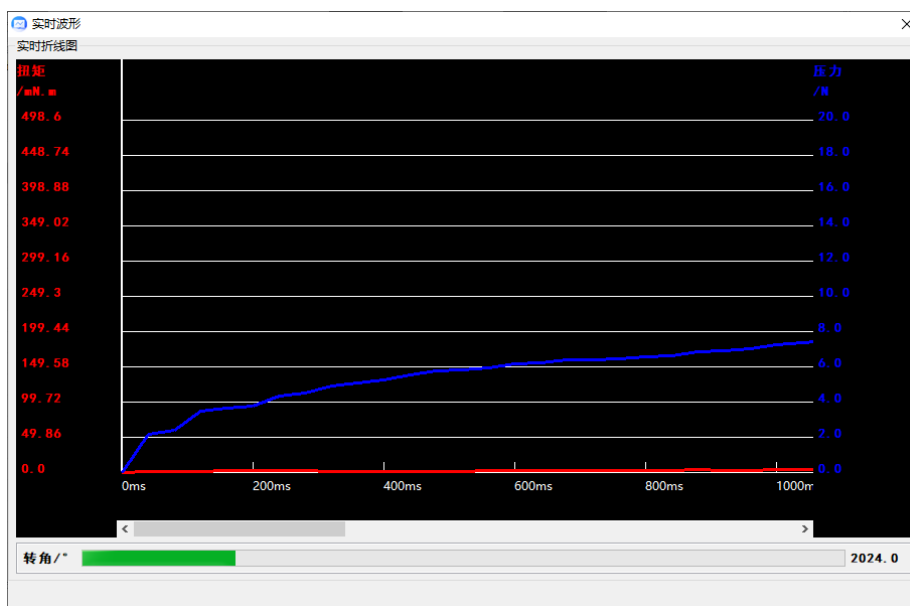

图 44 实时波形
3. 查看波形。用户选中每一条历史记录，点击查看波形按钮，即可查看当前历史记录数据的实时折线图，也可以在一条历史记录上方右击鼠标，会弹出查看波形悬浮目录，单击目录下的查看波形按钮，即可查看该记录下的实时波形数据如图 44 所示。当该记录下的波形数据超过设定的存储时间，波形数据已被系统进行删除。则提示该波形数据已清空！如图 45 所示。